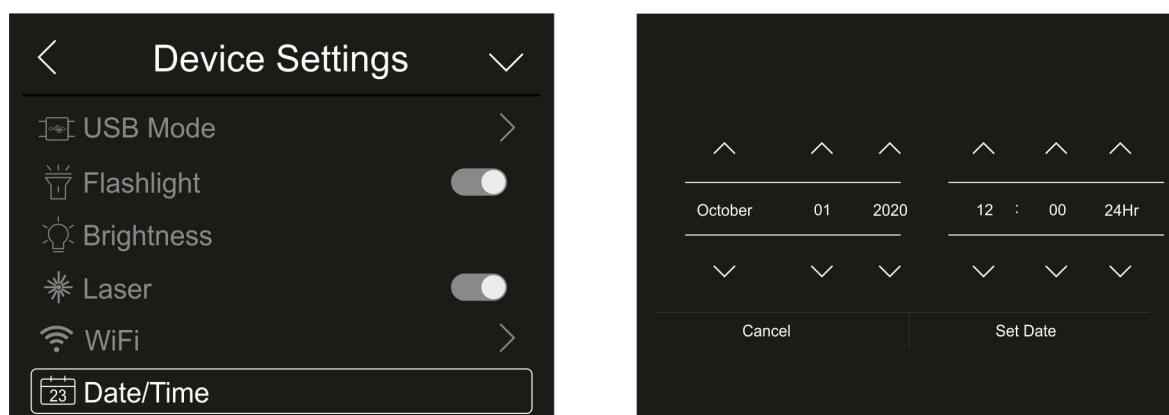

Fig. 18: Configuración Fecha/Hora de sistema
1. Toque el texto “Date/Time” para realizar la configuración de la Fecha/Hora de sistema. Se muestra la pantalla de la Fig. 18 – parte derecha: